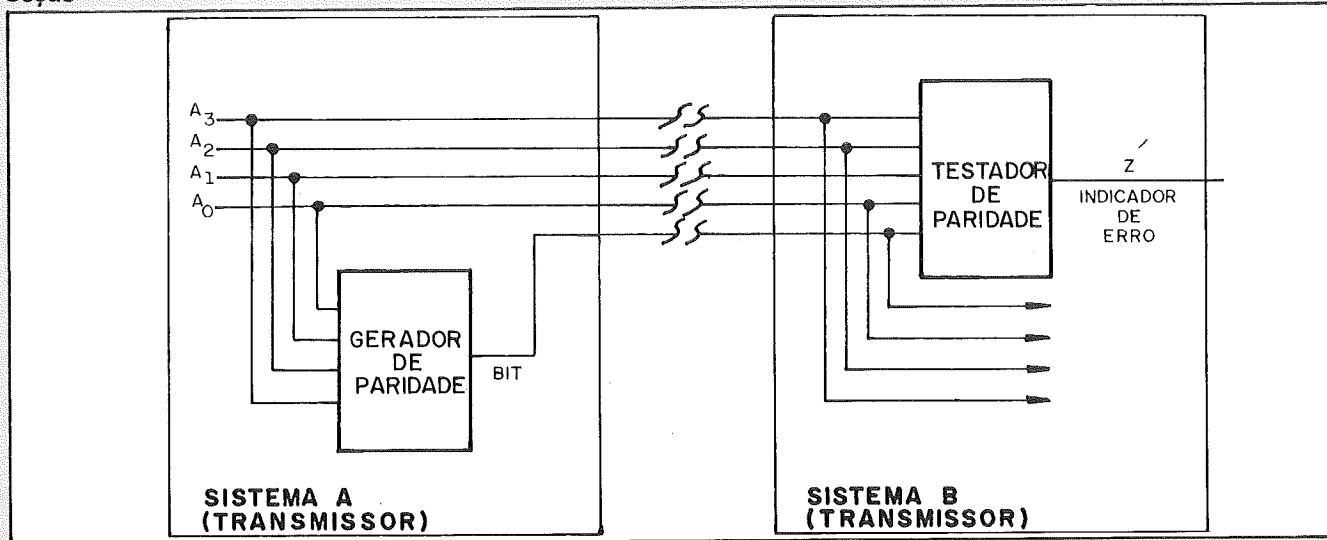

FIGURA 1
O processo envolve duas partes, geração de paridade e teste de paridade, e pode ser entendido com um exemplo prático. Suponha-se que desejamos transferir dados do sistema A para o sistema B, sob a forma de grupos de quatro bits. O diagrama da figura 1 ilustra o exemplo.
**R** Este defeito ocorre com alguns gravadores da NATIONAL, quando ligados ao DGT-100. Por experiência própria aconselhamos utilizar um resistor de 330 OHMS em paralelo com a entrada para gravador (figura 1) no interior do DGT-100. Observamos que alguns gravadores da NATIONAL, em virtude da alta impedância de entrada do DGT-100, não conseguem descarregar um capacitor interno ao gravador, ocasionando a queima do integrado.